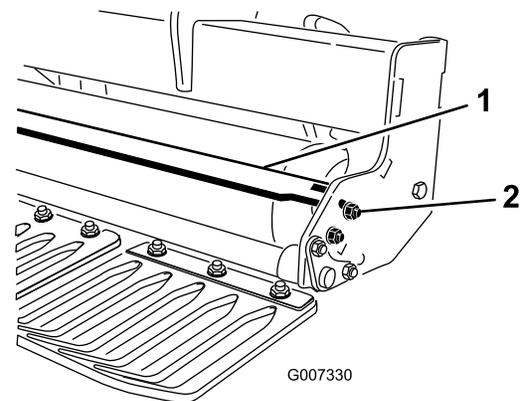

Figure 16
1. Desserrez les fixations qui maintiennent chaque extrémité du raclor sur à la patte du raclor (Figure 16).